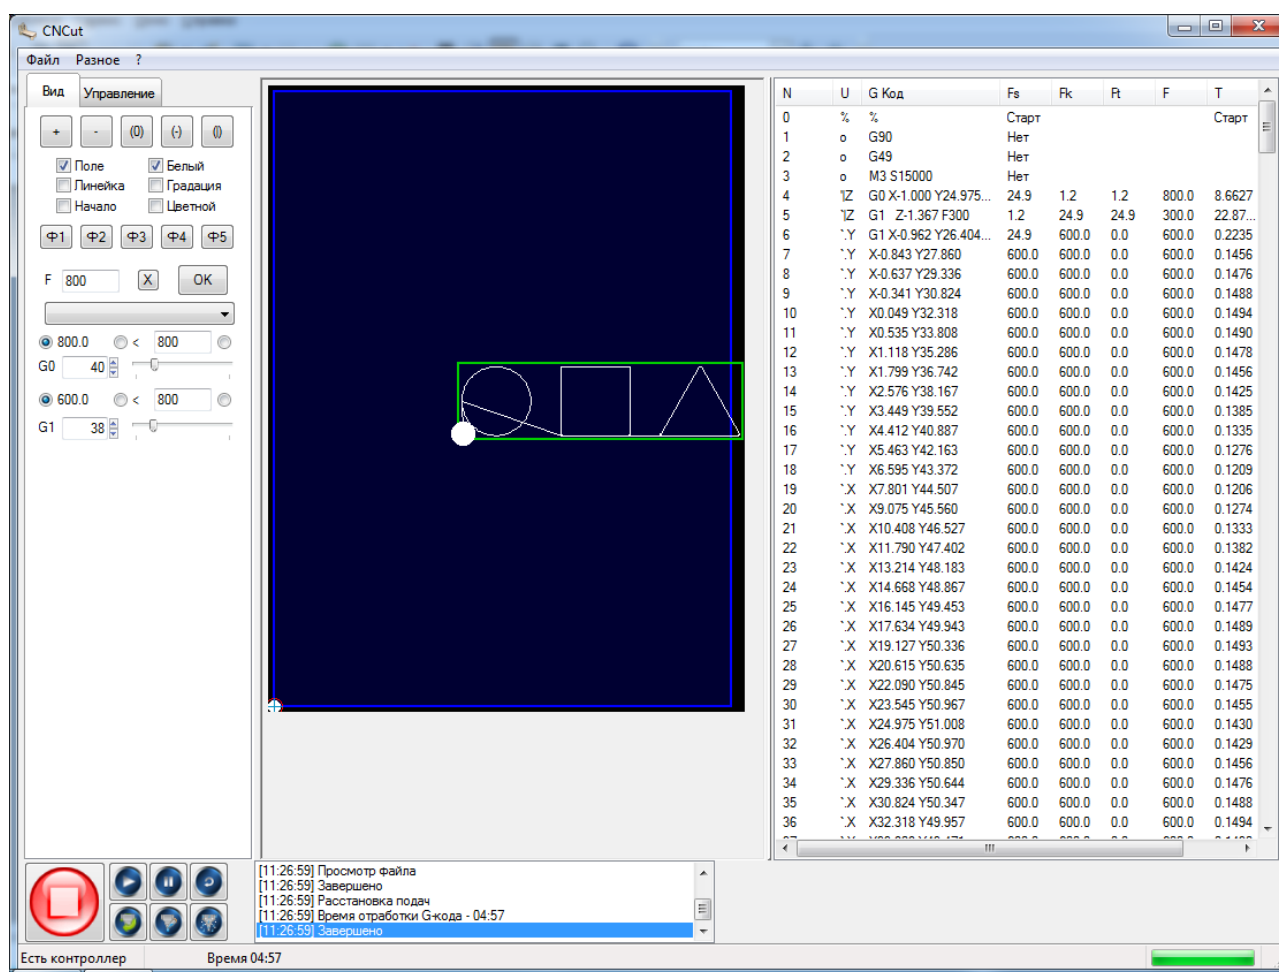

Рисунок 51.УП вместе с полем станка
53. После загрузки УП отображается на экране вместе с полем станка, рисунок 51